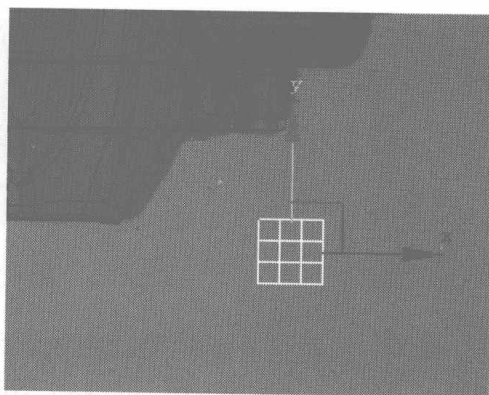

图 6.302
- 01** 在 Create 控制面板中单击 **Box** 按钮，在 Top 视图中建立一个 Box，如图 6.302 所示。单击右键，在弹出的快捷菜单中选择 Convert to Editable Poly 命令，将其转换为可编辑的 Polygon 模型。